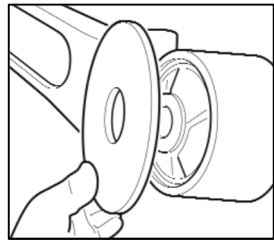

Fig.7
9. Rimuovere le rondelle di usura e i manicotti interni in acciaio dalle boccole perno (Fig. 7 e 8).